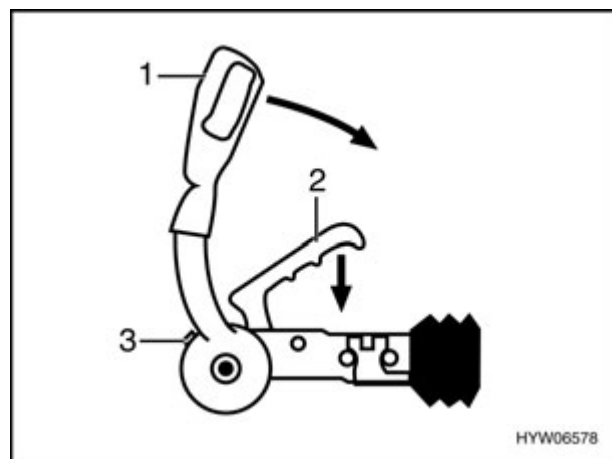

Fig. 4 Accouplement de sécurité AL-KO AKS 3004
- Soulever complètement le levier de stabilisation (Fig. 4,1).
- Maintenir le dispositif d'attelage ouvert sur la poignée d'attelage (Fig. 4,2) et le placer sur la rotule d'attelage.
- Effectuer un contrôle visuel : le cylindre vert de l'indicateur de sécurité (Fig. 4,3) doit être allumé.
- Activer l'installation du dispositif de stabilisation. Appuyer le levier de stabilisation (Fig. 4,1) jusqu'à la butée vers le bas.